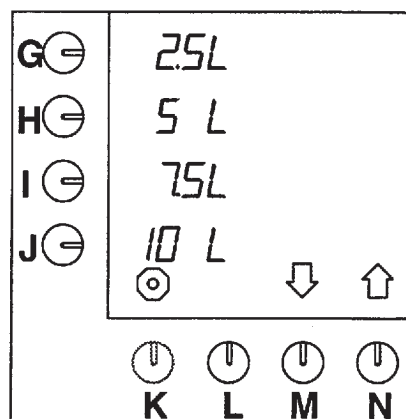

Рис. 23 Предварительный выбор кнопок по умолчанию
В машине существует установка единицы L (= литры) по умолчанию. Эта единица может быть изменена (эта единица устанавливается по умолчанию на дисплее с помощью кнопок (рис.23)).
- Нажмите кнопку **N** ↑, единица измерения появится на экране (рис.23)